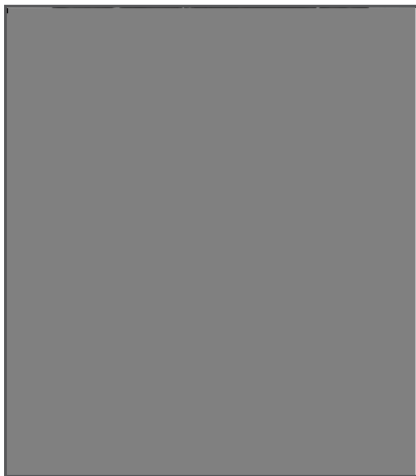

Рис. 8 Положение тела оператора при работе мотобуром
2. Примите устойчивую позу, расставив ноги на удалении от шнека (Рис. 8).